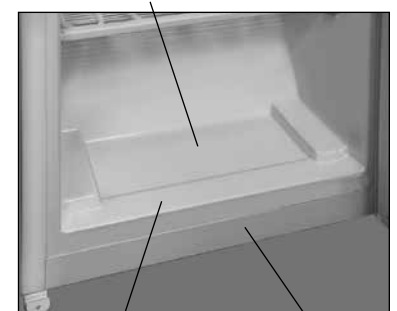

Figura 20
**5.4.1** La dezghețarea CC, apa topită trebuie îndepărtată din zona de colectare în conformitate cu figura 20, cu un material ce absoarbe bine, pe măsură ce stratul de zăpadă se dezghețază, apoi spălați compartimentul și ștergeți-l uscat.
**Atenție! Nu lăsați apa topită să curgă din CC în timpul dezghețării și curățării. Apa care a apărut în partea de jos a unității de depozitare frigorifică sau a intrat în locul de contact al barei transversale cu dulapul intern de depozitare frigorifică, banda frontală către dulapul intern al CC în conformitate cu figura 20, poate provoca coroziunea exteriorului camerei frigiderului și elementelor unității frigorifice, rupe izolația termică, duce la formarea de fisuri în interiorul și defectarea camerei frigiderului.**